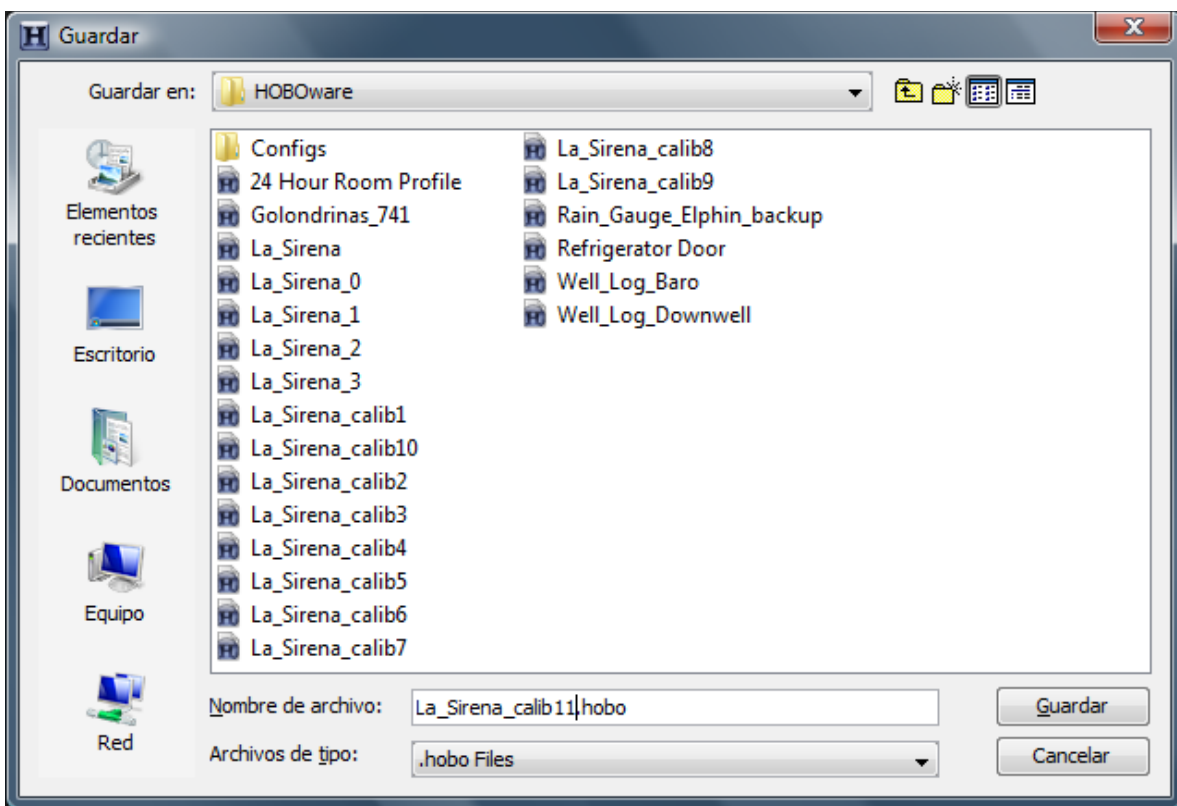

Figura 3. Ventana para guardar los datos de calibración
- 2.2.8 Una vez se hayan escuchado las tres oscilaciones, se hace click en READOUT. Ver figura 3.